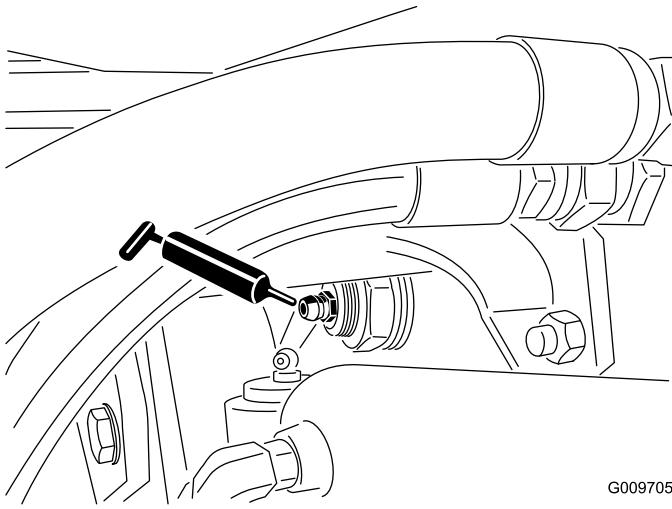

Figura 82
- Casquillos del pivote del eje trasero (2) (Figura 82)